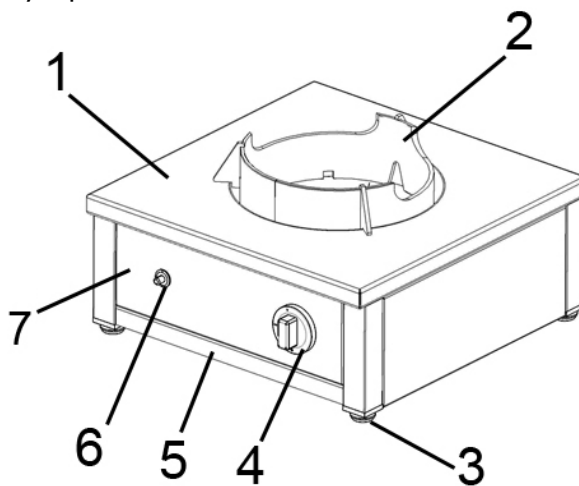

Рис.1. Общее устройство газовой плиты вок\*
На рис.1 приведено общее устройство газовой плиты вок.
На столе плиты 1 (рис. 1) располагается ВОК-насадка 2, на которой размещают вок-посуду. На лицевой панели 7 располагается ручка управления 4, с помощью которой меняется интенсивность нагрева горелки. Основная горелка зажигается с помощью запальной горелки. Розжиг запальной горелки осуществляется с помощью кнопки пьезоподжига 6. Под горелками располагается поддон-жиросборник 5, в котором скапливается жир и мусор, образующийся во время готовки. Горизонтальность плиты выставляется регулируемыми по высоте ножками 3.
- Выньте подо-жироборник 5 (рис.1), потянув его на себя.
- Выньте поддон-жиросборник 5 (рис.1).